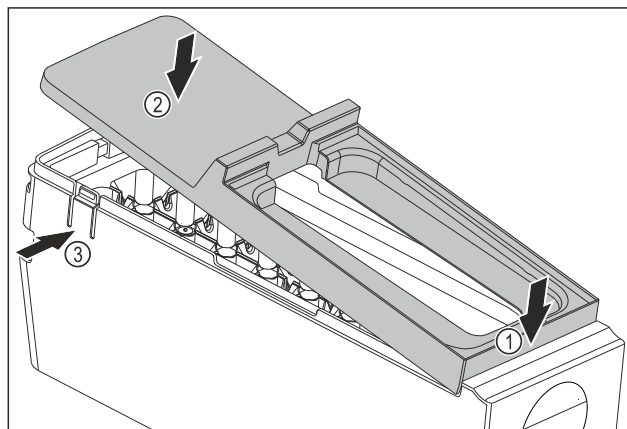

Fig. 215
- Monter le couvercle du corps de l'EasyTwist-Ice : Placer le couvercle à l'avant. Fig. 215 (1)
- Abaisser le couvercle à l'arrière. Fig. 215 (2)
- L'enclenchement du couvercle dans les deux languettes Fig. 215 (3) se fait entendre.